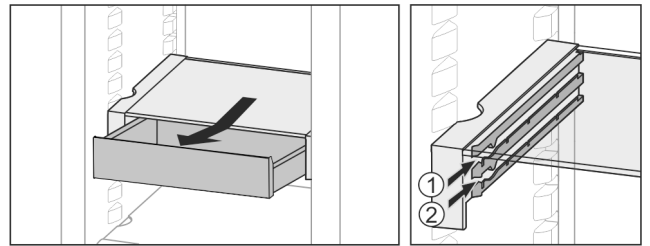

Fig. 26
- ▶ Вставити на будь-якій висоті Fig. 26 (1) або Fig. 26 (2).